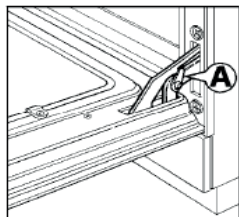

Fig. 13
- В соответствующих местах на петлях зацепить кольца «А» (рис. 13) ;